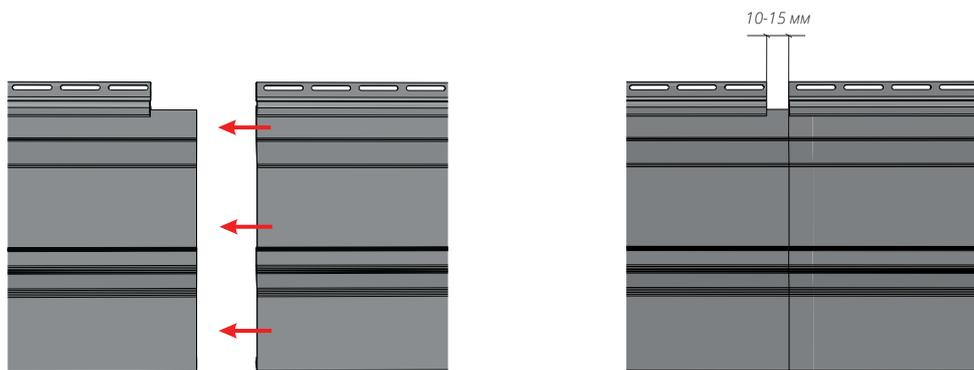

Рисунок 85
- 19.6** Сайдинг можно соединить внахлест (рис. 85). Такое соединение будет заметно, будет виден стык панелей, возможен зазор между панелями. Чтобы исключить неэстетичное соединение, необходимо использовать Н-профиль.